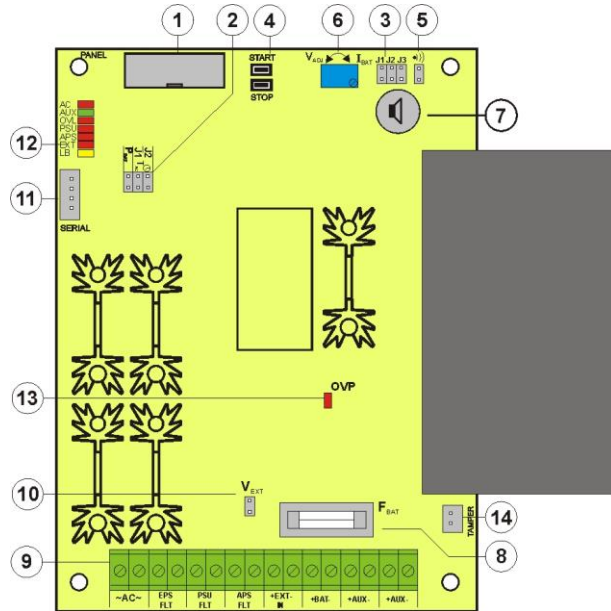

Abb. 2. Ansicht der PCB Platte des Netzteils.
Tabelle 1. Elemente der pcb -Platte des Netzgeräts (Abb. 2).
①	Separationstrafo
②	Patte des Netzgeräts(siehe Tab. 1, Abb. 2)
③	TAMPER; Mikroschalter (Kontakte) des Antisabotageschutzes (NC)
④	F_{MAINS} Sicherung im Kreis der Speisung (~230 V)
⑤	L-N Klemme der Versorgung 230 V, Schutzklemme
⑥	Steckverbinder des Akkus; positiv: +BAT = rot, negativ: - BAT = schwarz
⑦	Griff des Antisabotagetampers